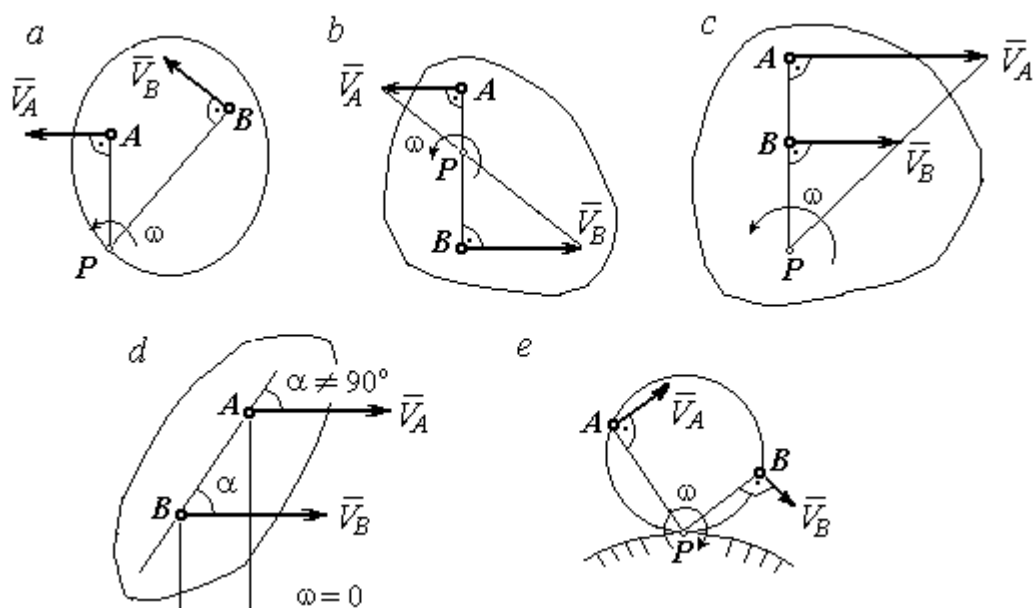

Рис. 2.1. Способы построения мгновенного центра скоростей
1. Если известны направления скоростей  $\vec{V}_A$  и  $\vec{V}_B$  каких-нибудь двух точек  $A$  и  $B$  плоской фигуры, то мгновенный центр скоростей находится в точке пересечения перпендикуляров, восстановленных из этих точек к векторам скоростей (рис. 2.1, *a*).
2. Если скорости  $\vec{V}_A$  и  $\vec{V}_B$  двух точек  $A$  и  $B$  плоской фигуры известны и параллельны друг другу, а линия  $AB$  перпендикулярна  $\vec{V}_A$  (и, конечно,  $\vec{V}_B$ ), то мгновенный центр скоростей определяется как точка пересечения линий, проведенных через основания и вершины векторов скоростей (построение показано на рис. 2.1, *b, c*).
3. Если скорости  $\vec{V}_A$  и  $\vec{V}_B$  двух точек  $A$  и  $B$  параллельны друг другу, но линия  $AB$ , соединяющая эти точки, не перпендикулярна векторам скоростей (рис. 2.1, *d*), то мгновенная угловая скорость тела равна нулю и движение тела
4. Если плоскопараллельное движение осуществляется путем качения без скольжения одного тела по неподвижной поверхности другого, то мгновенный центр скоростей расположен в точке касания катящегося тела с неподвижной поверхностью (рис. 2.1, e).